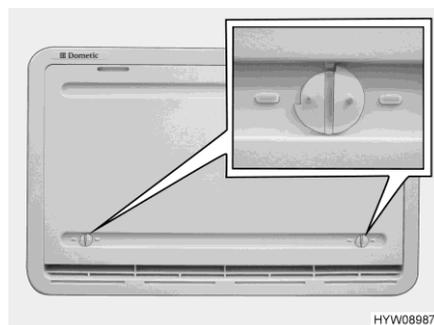

Fig. 176 Copertura invernale
Se il funzionamento del frigorifero avviene a basse temperature esterne, il produttore consiglia l'utilizzo di una copertura invernale (Fig. 176) per la griglia di aerazione del frigorifero.
- Aprire entrambi i bloccaggi (Fig. 176), la scanalatura risulterà orizzontale.